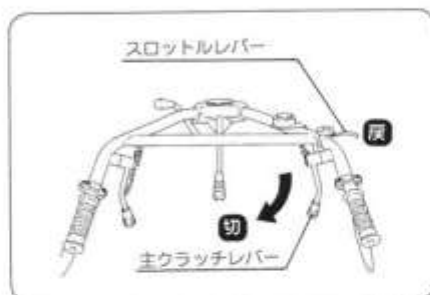

図9
- ① スロットルレバーをもとし、エンジン回転を下げます。(図9)
- ② 主クラッチレバーを「切」位置にします。(図9)